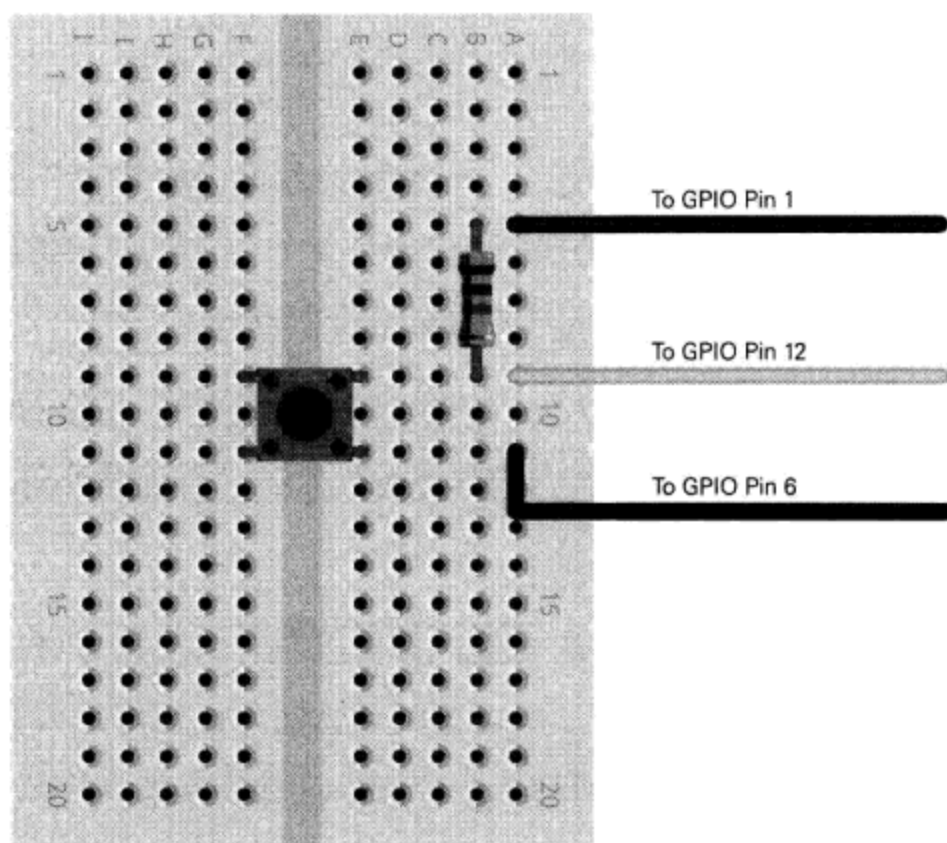

图 12-5 一个简单的按钮输入的示例布局
5. 最后，将树莓派 GPIO 端口的 pin12 连接到按钮开关 $10\text{k}\Omega$ 电阻另一接脚的那一行上。你的实验电路板现在看起来应该如图 12-5 所示。